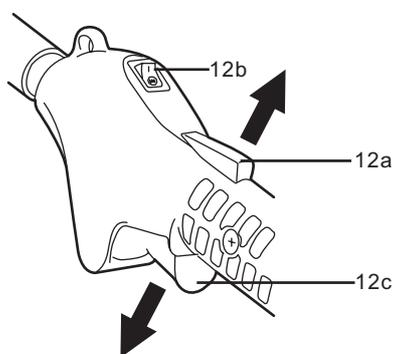

Fig. 13
- 1). Relâchez la manette de blocage (12a) et l'accélérateur (12c), puis laissez l'appareil tourner à vide pendant 10 à 15 secondes (fig. 13).